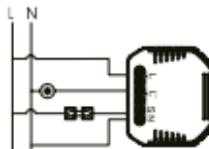

Рисунок 2.3
- с двумя проходными выключателями [см. рисунок 2.3].